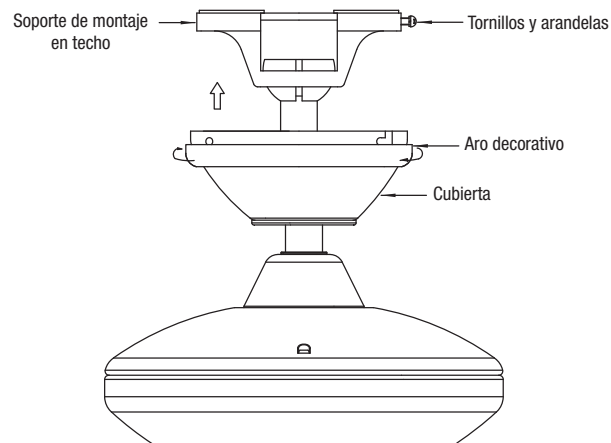

Fig. 12
**Paso 2.** Desliza la cubierta hasta el techo y asegúrala al soporte de montaje de techo usando 4 tornillos en el borde superior del soporte de montaje. Inserta cada tornillo en el orificio de montaje de la cubierta y dentro del soporte de montaje. Aprieta firmemente todos los tornillos. (Fig. 12)